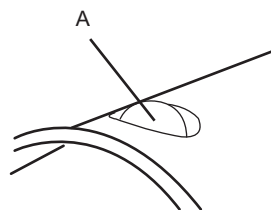

Fig. 2b
- > Relâchez la goupille; elle doit venir s'insérer dans le trou du tube supérieur (fig. 2b).